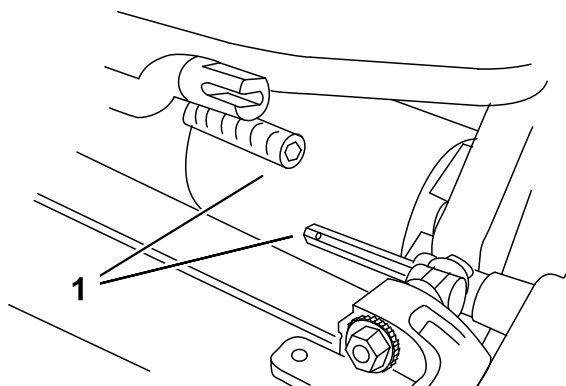

图4
3. 将滚刀组推入主机下方左侧的位置，接合传动装置联轴器（图4）。